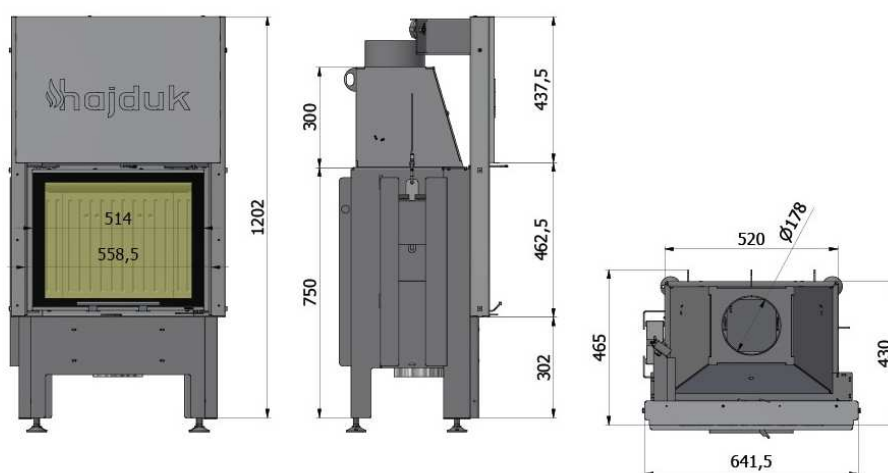

ABB. 2.2. SMART XTH
Der Körper des Geräts besteht aus einem Stahlgehäuse (1) mit Kühlkörpern (2), die auf vier Beinen getragen werden und mit hitzebeständiger Farbe bedeckt sind. Die Feuerkammer ist von innen mit hitzebeständigen Keramikformen ausgekleidet (3). Am Boden des Ofens befindet sich ein mit einem Gusseisenrost (4b) abgedeckter Aschebehälter (4a), in dem der Brennstoff verbrannt wird. Im oberen Teil in der Brennkammer wurde ein Vermiculit-Deflektor (5) installiert, der die Abgase zum Kamin (6) leitet, wo Stahl-Deflektoren (7) installiert wurden, um den thermischen Wirkungsgrad zu erhöhen. Der Brennstoff wird durch die Verbrennungstür (9) mit hitzebeständigem Glas (10), die mit einem Griff (8) geöffnet wird, in die Brennkammer geladen. Die Menge an Primär- und Sekundärluft wird durch den Luftklappenregler (11) eingestellt. Der Regler Hebel befindet sich an der Vorderseite des Einsatzkamin unter der Ladentür und bewegt die Rosette im Luftkasten des Heizgeräts. Die Luftzufuhr zum Gerät erfolgt von außen über den an der Unterseite des Heizgeräts angebrachten Anschluss  $\Phi = 150$  mm (12). Die Luftverteilung erfolgt weiter unter dem Rost (A Abb.2.2), zur Oberkante der Kamin Tür (B Abb.2.2) und zur Rückwand des Feuerraums (C Abb.2.2). Der Abgasaustrittsstutzen mit einem Durchmesser von  $\Phi = 180$  mm wurde direkt am Kamin in vertikaler Position (oben) montiert. Die Höhenverstellung des Gerätes erfolgt über vier in die Gehäusebeine eingeschraubte Stahlschraubfüße (14).